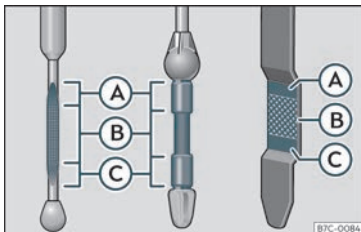

Fig. 215 Vareta de mesurament del nivell d'oli.
- A continuació, torneu a extreure-la i comproveu el nivell d'oli » fig. 215. En cas necessari, reposeu oli del motor.
- Quan el nivell d'oli arribi com a mínim a la zona»» » **fig. 215** , caragoleu el tap de la boca d'ompliment amb cura »» » .
Si el nivell d'oli es troba per sobre de la zona »» » **fig. 215** , no arrenqueu el motor. Po-
El nivell d'oli no ha d'estar en cap cas per sobre de la zona»» » **fig. 215** . Si es superés el límit, es podria aspirar oli pel respirador del càrter del cigonyal i arribar a l'atmosfera a través del sistema d'escapament.